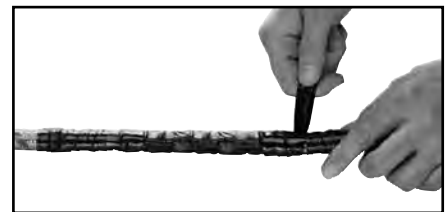

Figura 13
1. La aplicación de cinta semiconductor, cuando se la utiliza, sobre el conector del conductor debe dar como resultado un contorno liso. (Figura 13) La masilla de aislamiento puede ayudar con esto, como también el sellado contra humedad.